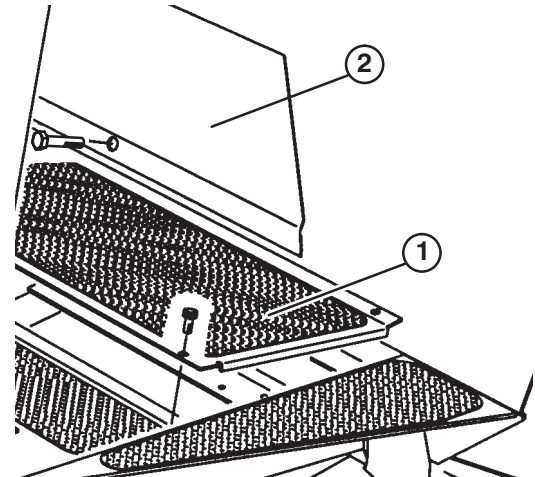

Figure 4
1. Retirez les fixations qui maintiennent sur le châssis l'angle avant gauche du panneau de plancher et l'extrémité gauche du panneau d'accès (Fig. 4).
2. Remettez le panneau de plancher en place avec une vis à collerette (5/16 x 5/8 pouce) fournie avec les pièces détachées (Fig. 4).
3. Remettez le panneau d'accès en place avec une vis à collerette (5/16 x 3/4 pouce) fournie avec les pièces détachées (Fig. 4).